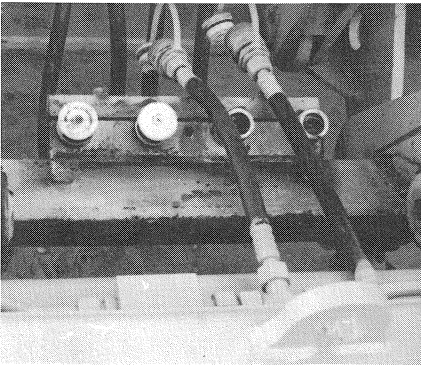

Bild 24
- (4) Staubkappen von den Schnellkupplungen entfernen (Bild 24).
(4) Remove dust caps from rapid action couplings (Fig. 24).
(4) Enlever les chapeaux antipoussières des accouplements rapides (fig. 24).